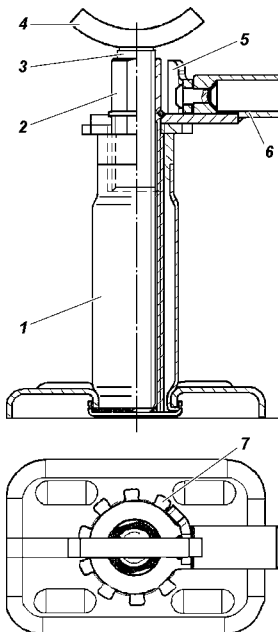

Рис. 10.1. Домкрат:
**Домкрат** (рис. 10.1) предназначен для вывешивания колес автомобиля при его техническом обслуживании или ремонте. Грузоподъемность домкрата 2 т. Наибольшая высота подъема домкрата - 240 мм.